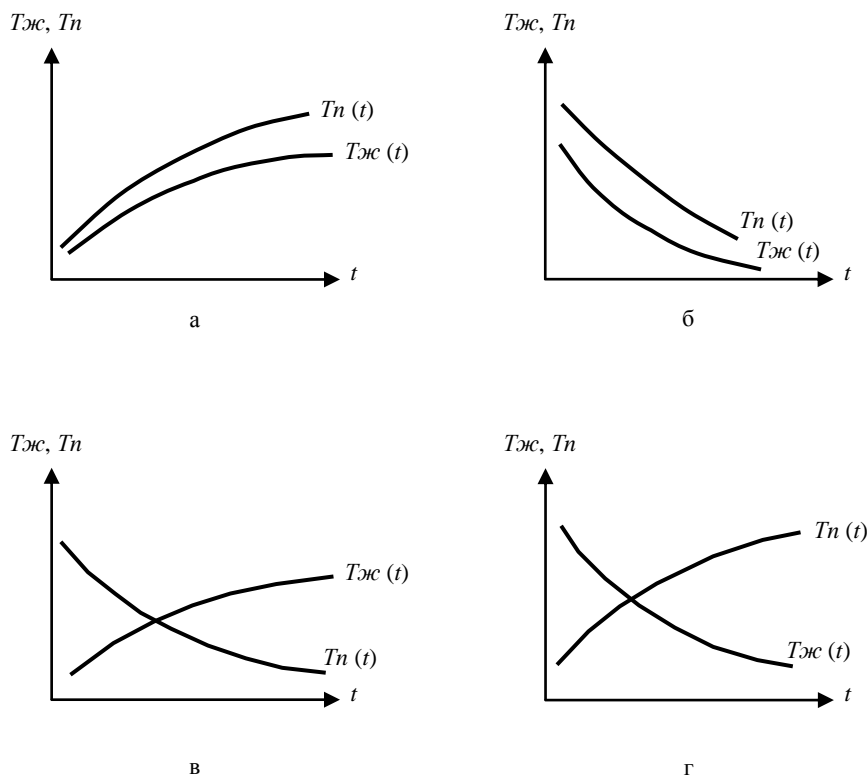

Рис. 4. Основные варианты развития технологических процессов:
2. Определите, какие из вышеперечисленных вариантов указаны на рис. 4.
3. Укажите, какие из указанных на рис. 4 вариантов не обеспечивают прогрессивного направления технического развития, объясните, почему.
5. Отметьте графики прогрессивного направления развития технологических процессов с неограниченным и ограниченным развитием с учетом затрат живого, прошлого труда и их суммы (см. рис. 4).